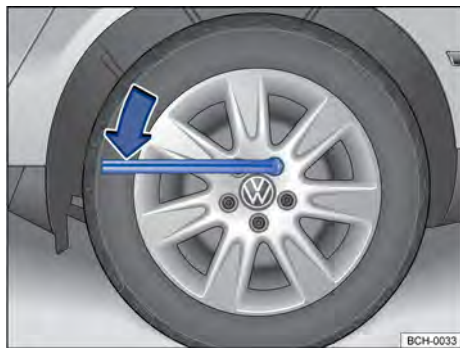

Fig. 193 Cambio de rueda: aflojar los tornillos de la rueda.
- Encajar la llave de rueda en el tornillo de la rueda hasta el tope → fig. 193.